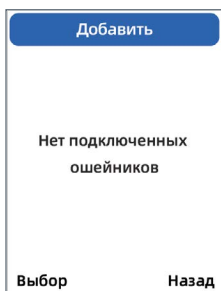

рис. 11
- с помощью кнопок джойстика перейдите к пункту меню «Ошейники» и нажмите кнопку «Подтверждение» **OK** (рис. 11);